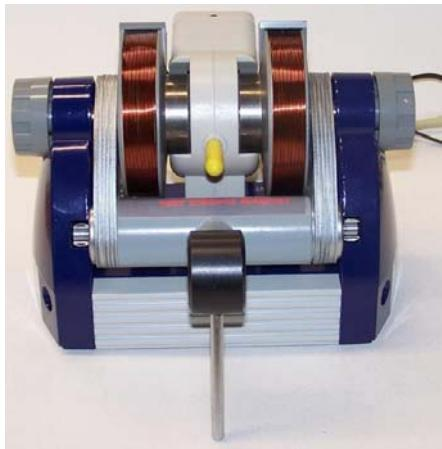

Fig. 9 Unidade base com amostra de glicerina inserida
- Inserir na recepção de amostras a amostra de glicerina (ponteira amarela) (ver Fig. 9).